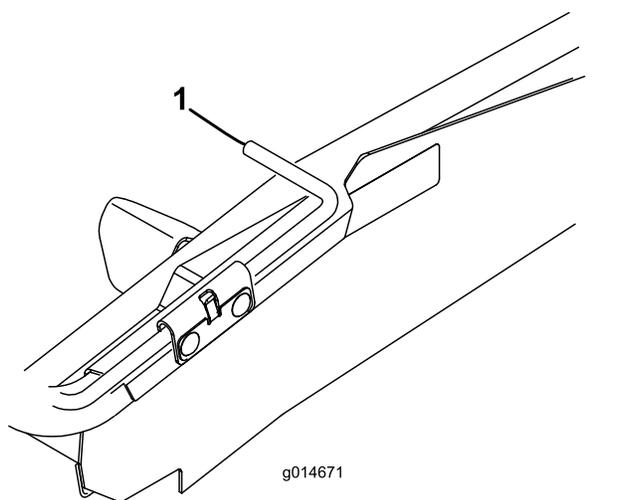
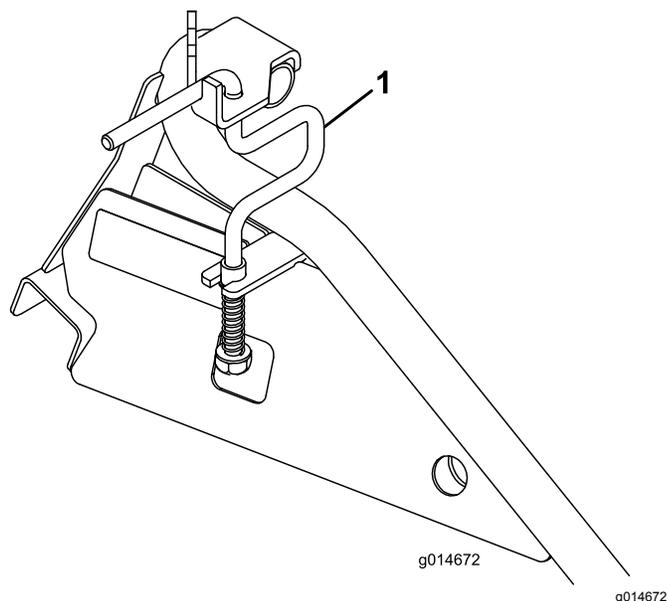

Figura 13
Figura 14
2. Em rampas planas, incline as barras das rodas para cima (Figura 13) e nas rampas de calha, rode as barras das rodas paralelas (aberto) à rampa (Figura 14).
- Nas rampas planas, rode as barras da roda para baixo sobre as rodas de transporte do cortador (**Figura 13**).
- Nas rampas de calha, eleve a barra da roda e rode-a para trás das rodas de transporte do cortador (**Figura 14**).